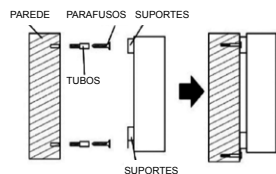

Fig. 4
3. Instale as fixações com parafusos (fig. 4)